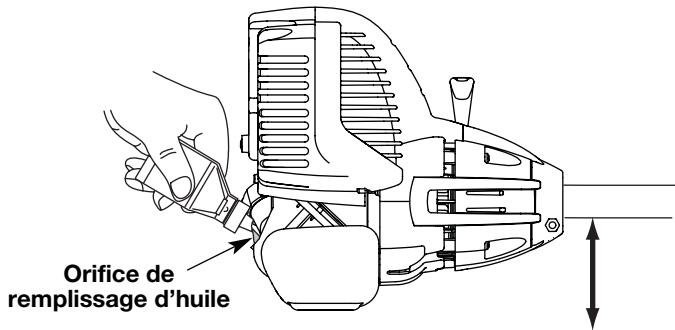

Fig. 6
2. Placez l'appareil sur une surface horizontale plane (Fig. 6).
4. Versez tout le contenu de la bouteille d'huile dans le carter-moteur (Fig. 6).